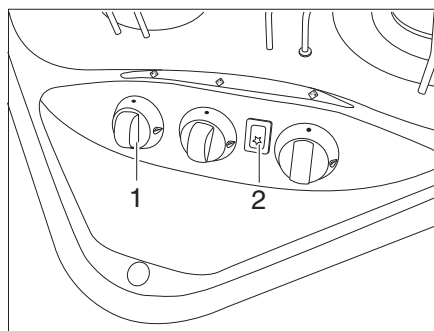
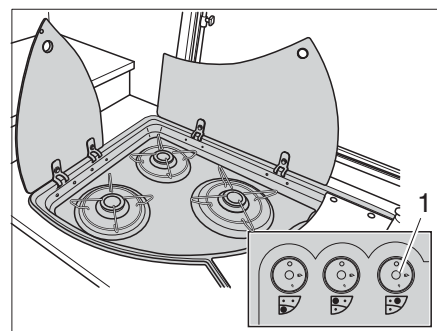

Bild 133 Reglage, knappar för gasspis
Bild 134 Alternativ: Reglage, knappar för gasspis
- Vrid vridregulatorn (Bild 133,1 eller Bild 134,1) till önskad låga till tändningsläge (stor låga).
- Om en tändknapp (Bild 133,2) finns tillgänglig: Skapa en gnista genom att trycka på tändknappen.